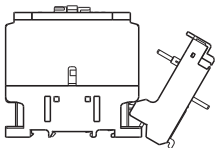

图6
3.2.2 左手拿起接触器，右手拿起连接器，如图6所示。将连接器向右侧倾斜，先使连接器底部的挂钩穿入接触器底部对应的方孔，然后顺时针转动连接器，在此期间观察连接器上的铜导线及接触板应分别插入接触器线圈接线端子与主接线端子。